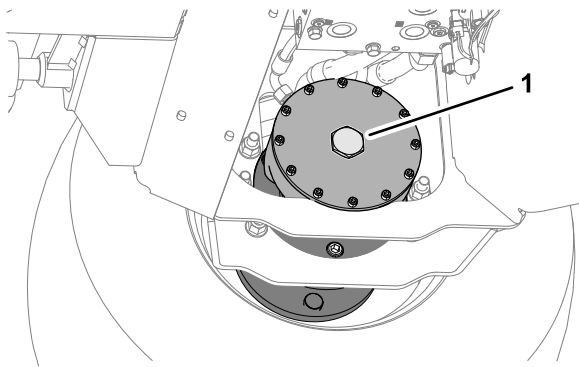

Bild 41
2. Montieren Sie die Sechskantschraube an die Motorendplatte (Bild 41).
6. Verstauen Sie die 2 Bolzen, 12 x 40 mm und 2 Beilagscheiben 12 mm in den Stützschielen der Plattform (Bild 41).